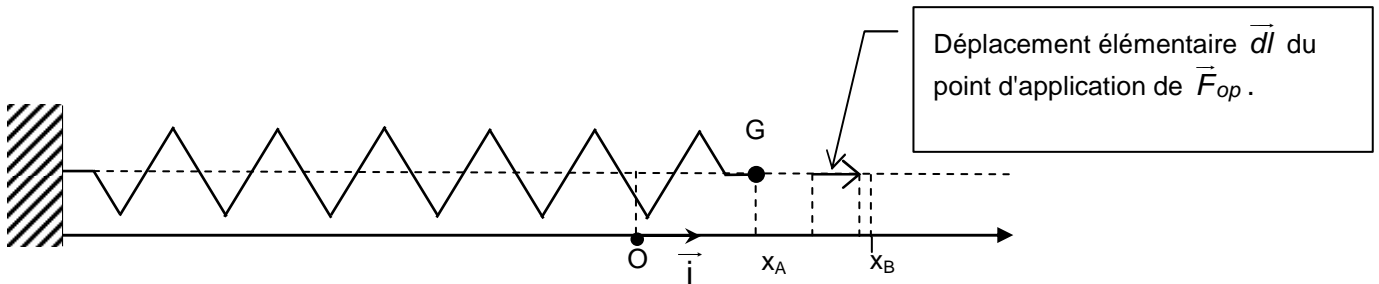

Figure 3
Ce déplacement élémentaire est représenté de façon très agrandi sur la figure 3 ci-dessous.
3.3. Le professeur réalise 2 enregistrements du mouvement du centre de gravité de la masse m à l'aide d'un dispositif qui n'est pas représenté sur la figure 3. Dans les deux cas, partant de la position d'équilibre de la masse, il étire le ressort vers la droite et lâche la masse à $t = 0$ sans lui communiquer de vitesse initiale. Lors du premier enregistrement, la soufflerie qui alimente le mobile autoporteur pour créer le coussin d'air, marche à plein régime. Lors du deuxième enregistrement, le tuyau d'arrivée de l'air est légèrement pincé. Le professeur obtient donc deux courbes représentant les variations de l'abscisse x de G en fonction du temps, soit $x = f(t)$ (documents 1 et 2 ci-dessous).